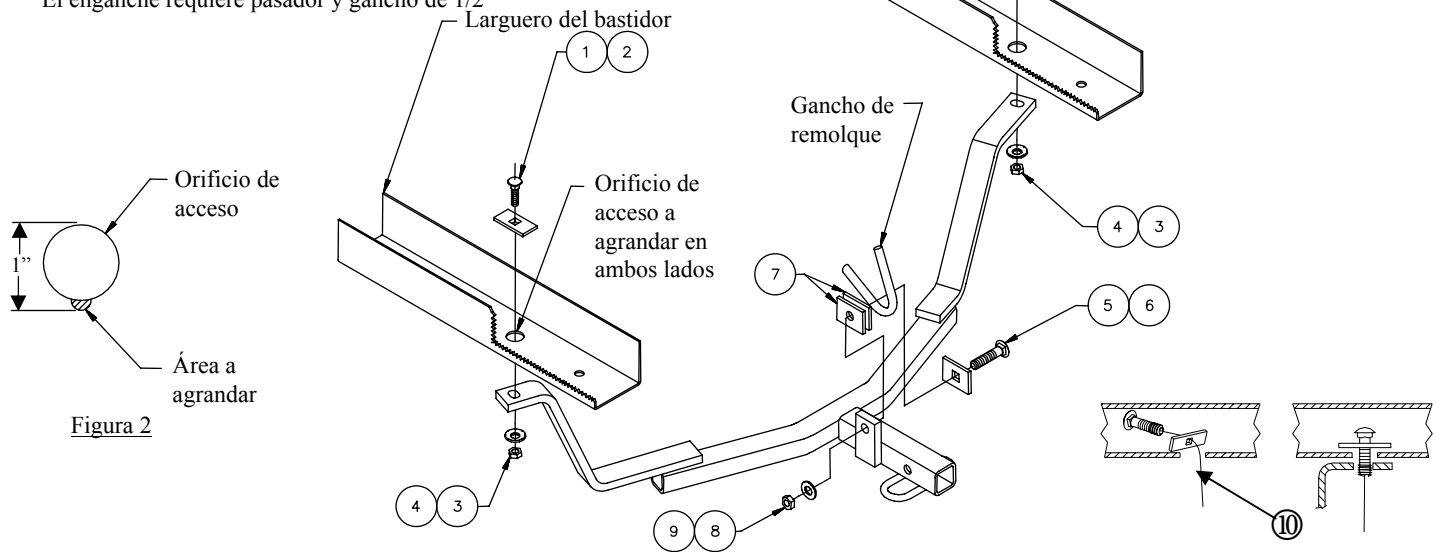

Figura 2
①	Cant. (2)	Perno de carruaje 7/16-14 X 1.50	⑥	Cant. (1)	Espaciador 1/4 X 1.00 X 2.00
②	Cant. (2)	Espaciador 1/4 X 1.00 X 3.00	⑦	Cant. (2)	Espaciador 1/4 X 1.00 X 2.00 (orificio redondo)
③	Cant. (2)	Arandela cónica dentada 7/16	⑧	Cant. (1)	Arandela cónica dentada 1/2
④	Cant. (2)	Tuerca hexagonal 7/16	⑨	Cant. (1)	Tuerca hexagonal 1/2
⑤	Cant. (1)	Perno de carruaje 1/2-13 X 2.50	⑩	Cant. (2)	Cable de halar 7/16"
2. Agrande el orificio existente en ambos largueros del bastidor para permitir acceso para los espaciadores de 1.00 X 3.00 a insertar como se muestra en la figura 2.